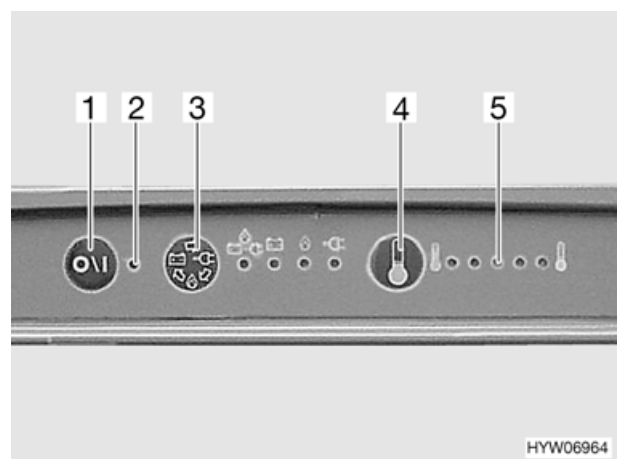

Fig. 80 Elementi di comando del frigorifero
Se l'alimentazione a 230 V non è allacciata e il motore del veicolo è spento, il sistema SES seleziona il rifornimento di gas. Selezionando il funzionamento a gas, il dispositivo di sicurezza si apre automaticamente, così che il gas possa fluire al bruciatore. Contemporaneamente si inserisce l'accenditore elettronico. Se la fiamma del gas si spegne, per esempio a causa di un colpo di vento, l'accenditore viene subito azionato riaccendendo il gas. In caso di guasto del funzionamento a gas, la luce spia (Fig. 80,2) diventa rossa e lampeggia.
- Nelle aree di servizio è vietato l'uso di impianti a fiamma viva. Nel caso in cui la sosta duri più di 15 minuti, il frigorifero deve essere spento tramite il tasto (Fig. 80,1).
Dopo l'accensione il frigorifero seleziona automaticamente la regolazione intermedia del termostato. Questa regolazione può essere modificata manualmente tramite il tasto (Fig. 80,4). I diodi (Fig. 80,5) indicano la temperatura selezionata sul termostato. Con tale tasto viene regolata la temperatura di refrigerazione per tutti i tre tipi di funzionamento. Ci vogliono alcune ore prima che il frigorifero raggiunga la temperatura normale di esercizio. Cambiando la modalità di funzionamento la regolazione del termostato non viene modificata. La temperatura di raffreddamento è indipendente dal tipo di energia utilizzata.
- Premere il tasto (Fig. 80,1). La luce spia (Fig. 80,2) diventa verde.
- Regolare la temperatura di refrigerazione tramite il tasto (Fig. 80,4). I diodi (Fig. 80,5) indicano la temperatura selezionata sul termostato.
In caso di guasto del funzionamento a gas, la luce spia (Fig. 80,2) diventa rossa e lampeggia.
Con il tasto (Fig. 80,3) è possibile selezionare manualmente la fonte di energia. Ad ogni pressione sul tasto, la fonte di energia è selezionata nella seguente sequenza:
- Premere il tasto (Fig. 80,1). La luce spia (Fig. 80,2) si spegne.